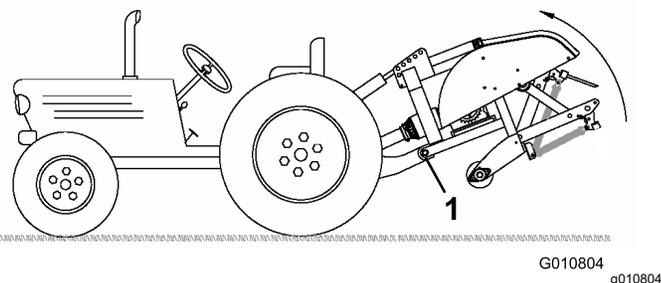

图 26
**注意** 为防止过度升高应将主机提升臂接入提升支架如配备的顶孔图 26。PTO 轴的最大角度是 35°。